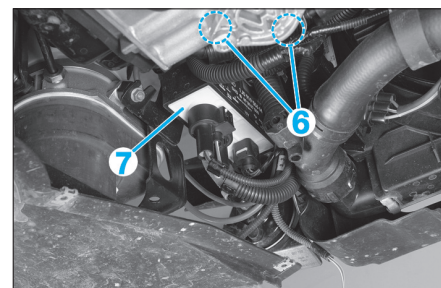

Fig. 20
- Retirer de l'entretoise, le câble (5) du capteur d'assistance de direction
- Sur les véhicules équipés de la climatisation, déposer du longeron, les 2 fixations (6) du module de ventilateur de liquide de refroidissement (7) (Fig.20).